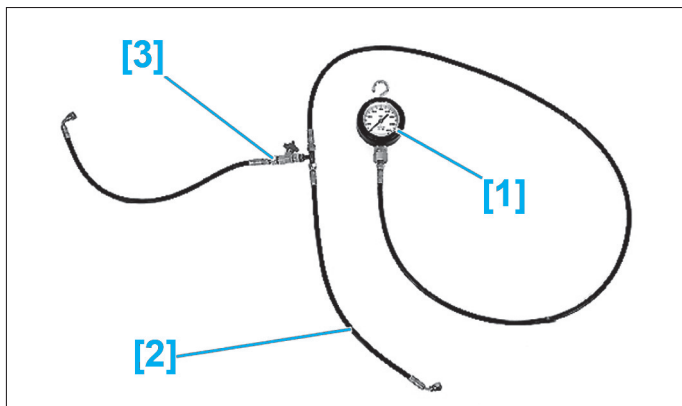
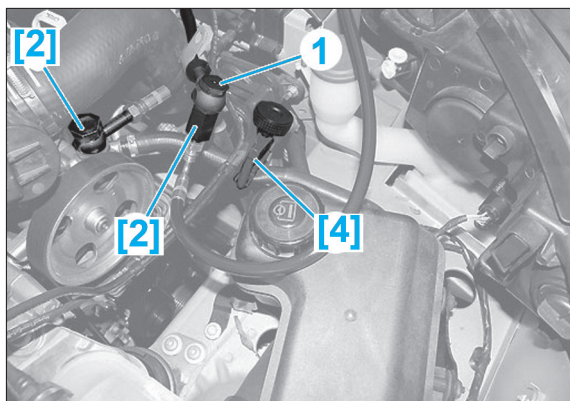
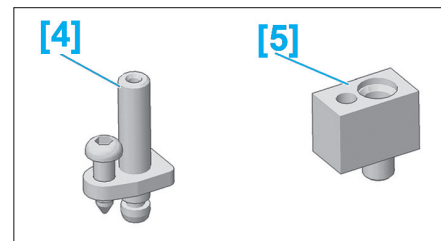

Fig. 26
Fig. 27
Fig. 28
- [1] Manomètre de mesure (réf : 0710-AZ) (Fig.26).
- [4]. Pince-durit (Fig.27)
- A l'aide de l'outil [4], pincer la durit d'alimentation de la pompe (Fig.27).
- Débrancher la canalisation haute pression (1).
- Brancher entre le raccord de la pompe et la canalisation haute pression (1), l'outil [2] de raccorde-ment au manomètre.
- Fermer le robinet [3] pendant 5 secondes (Fig.26).
- [4]. Raccord (réf : 0710.J) (Fig.28).
- Visser les raccords [4] et [5] (Fig.28) sur l'outil [2] avec le manomètre [1] (Fig.26).
- Ouvrir le robinet [3] (Fig.26).